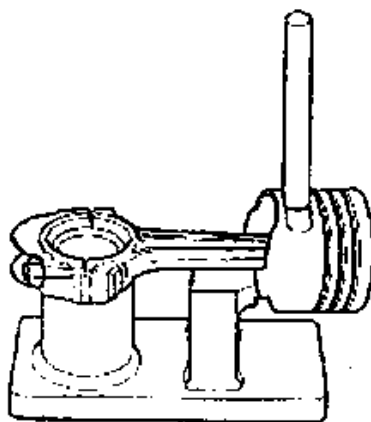

Figura 50: Montagem da ferramenta para a remoção do pino do êmbolo.
- 4 . Instalar o conjunto êmbolo/biela no suporte e, com o pino de extração, remover o pino do êmbolo (Figura 50).